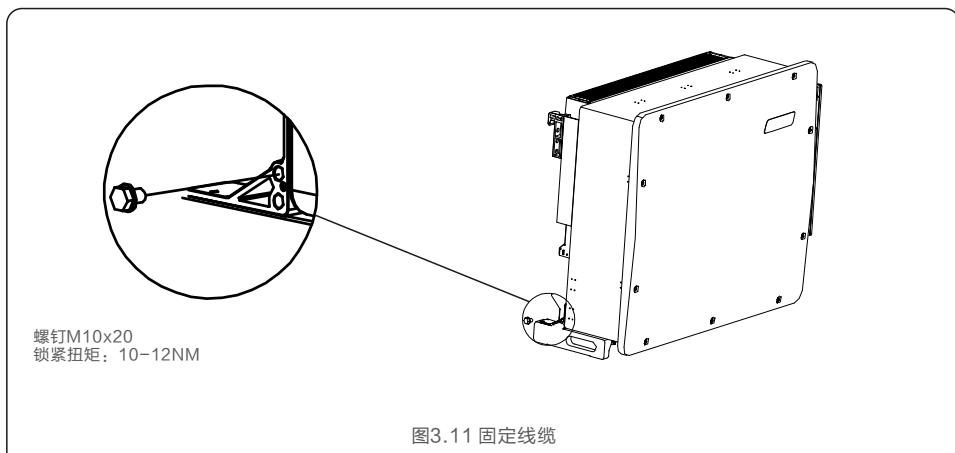

图3.11 固定线缆
6. 将接地线连接到散热器上的接地点，并拧紧接地螺栓，扭矩为10–12Nm（参见图3.11）。